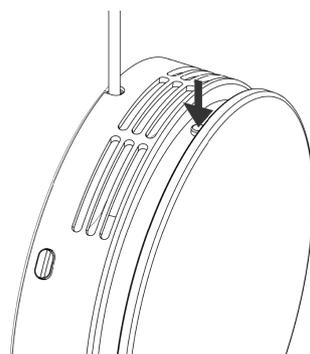

Figure 28 - Éteignez la centrale.
1. Éteignez tout d'abord la centrale (voir Figure 28 ci-dessous). Attendez 3 minutes jusqu'à ce que l'appareil ait complètement cessé de tourner.